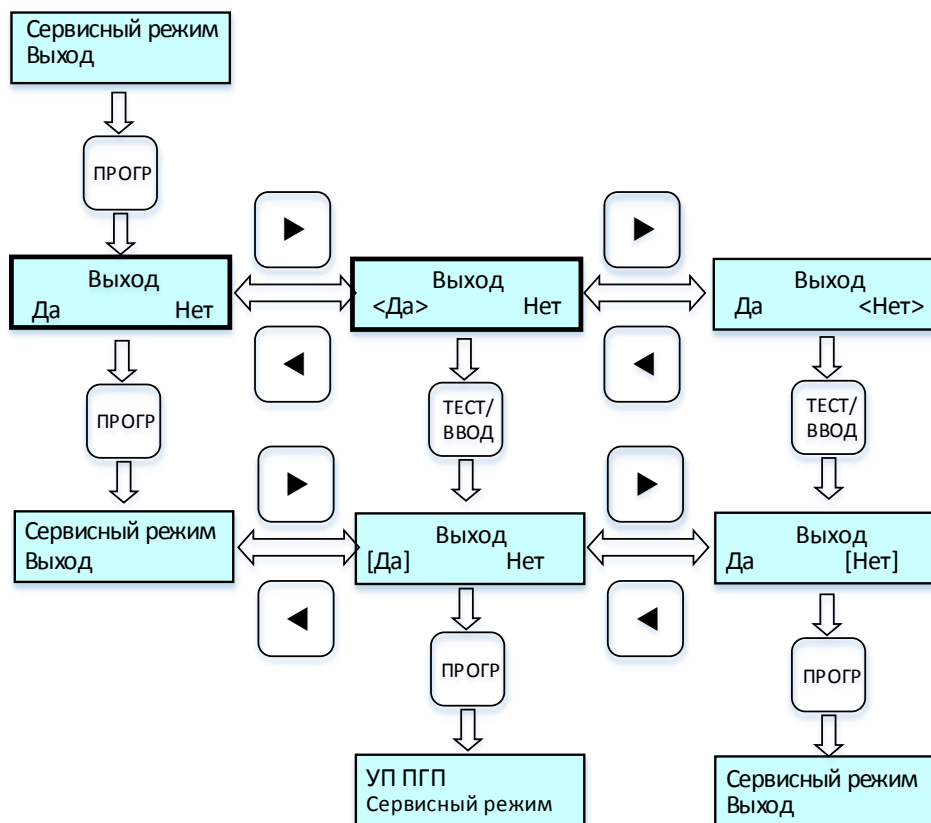

Рисунок 22 – Циклограмма выводимых сообщений на дисплей меню «Сервисный режим Выход».
2.6.7.6 Пункт меню «Сервисный режим выход» предназначен для выхода в основное меню УП (см. рис. 8), или в меню «УП-ПГП Сервисный режим», для чего выполнить процедуры по циклограмме *рис. 22*.